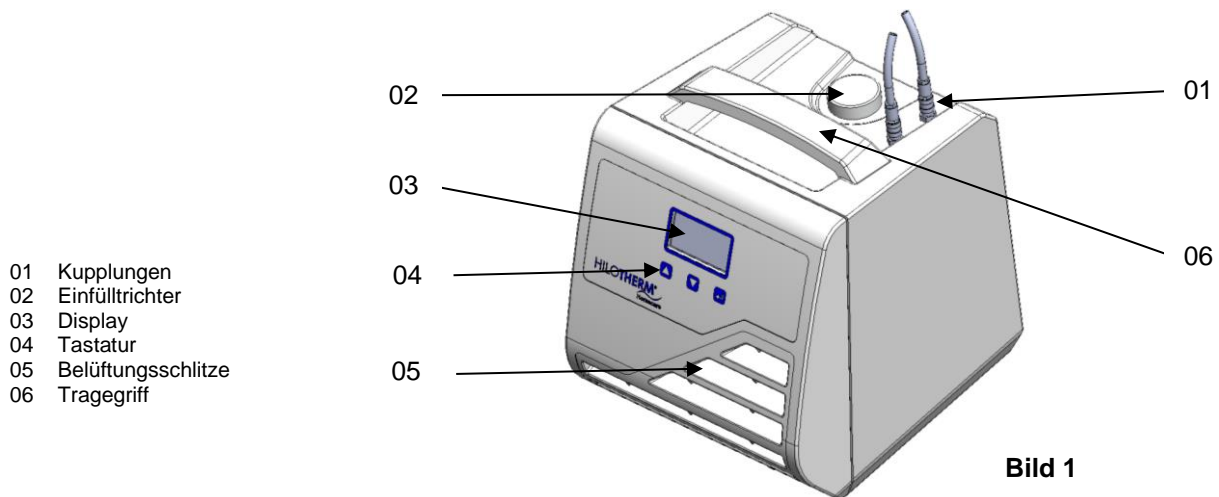

Bild 1
- Der Schlauch wird mit den Verschlussstüben an den Kupplungen (Bild 1) eingesteckt.